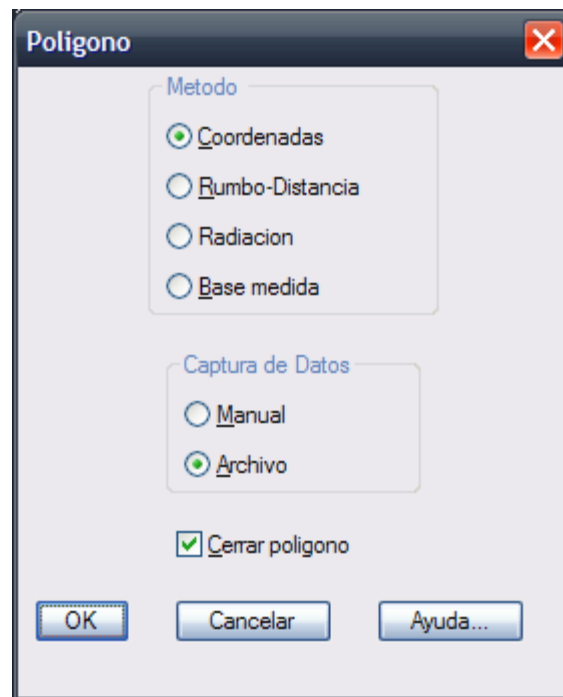

Fig. 3 : Opciones de polígono
5. En la caja de diálogo (Fig. 3) seleccione el método por coordenadas y captura de datos desde un archivo.